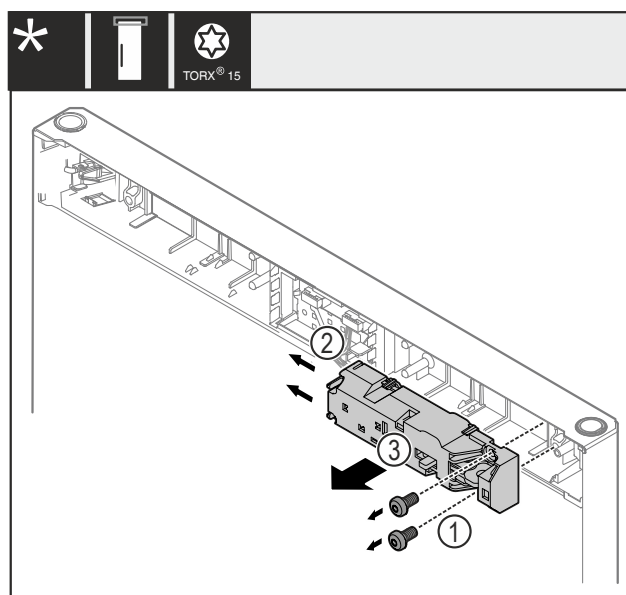

Fig. 19
- Retire los tornillos Fig. 19 (1).
- Presione la lengüeta de retención Fig. 19 (2) lateralmente y retire el cierre a distancia Fig. 19 (3).